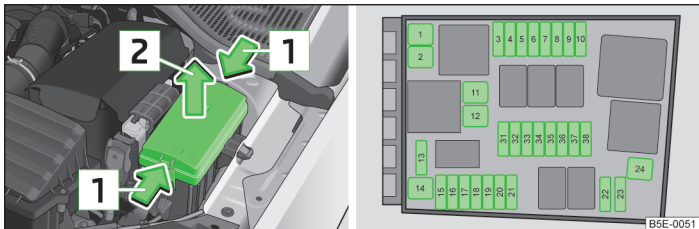

Abb. 210 Abdeckung des Sicherungskastens im Motorraum / schematische Darstellung des Sicherungskastens
- Die Verriegelungstasten der Abdeckung gleichzeitig in Pfeilrichtung **1** zusammendrücken » Abb. 210.